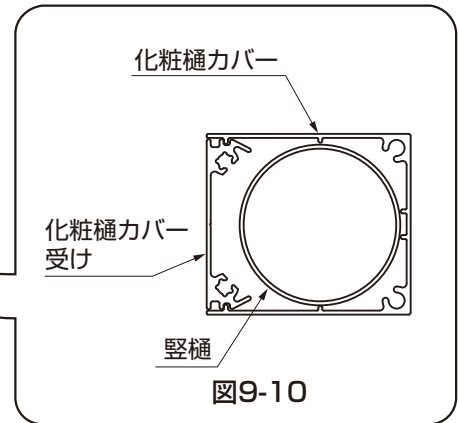

図9-10
- ① 92°エルボに加工した豎樋を取付けてください。
- ② 加工した化粧樋カバーを化粧樋カバー受けにはめ込んでください。(図9-10参照)